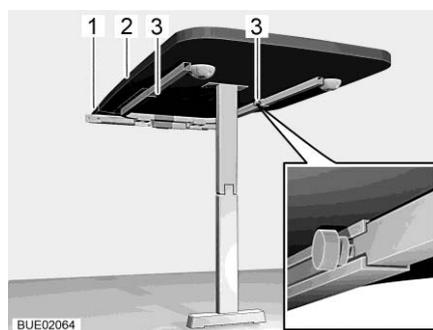

Fig. 134 Mesa colgante con pata de apoyo articulada
- Soltar dos tornillos moleteados (Fig. 134,3).
- Levantar ligeramente por delante el tablero de la mesa (Fig. 134,2) y extraer hasta el tope. La prolongación de mesa ahora está completamente extraída.
- Colocar la prolongación del tablero de mesa (Fig. 134,1) en la prolongación de mesa.
- Levantar ligeramente por delante el tablero de la mesa (Fig. 134,2) y extraerlo.
- Quitar la prolongación del tablero de mesa (Fig. 134,1) y guardarla de manera segura.